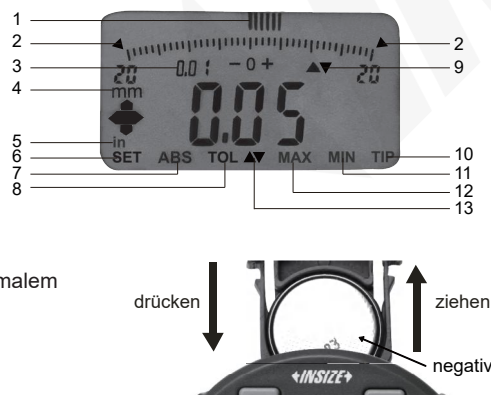

Abb. 1
1. Batterie (CR2032) einlegen und entfernen, wobei die negative Seite der Batterie nach außen zeigen sollte (Abb. 1).